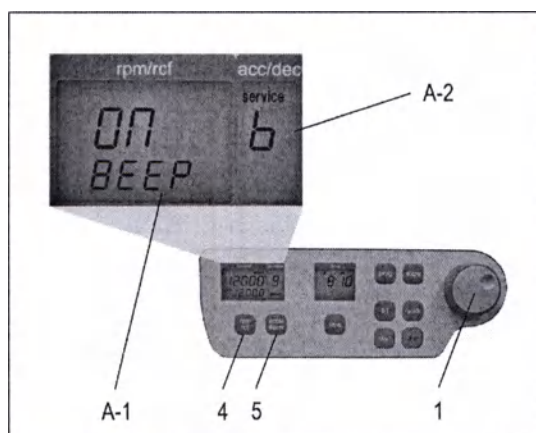

Рисунок 7
Действуйте как описано в п. 1.8.1, чтобы войти в программный режим, и затем нажмите кнопку «accel/decel» [ускорение/замедление] (5). На дисплее «accel/decel» [ускорение/замедление] (A-2) появится слово «service» [обслуживание]. Теперь выберите букву "b" с помощью верньера (1). В результате на дисплее «rpm/rcf» [об/мин / центробежное ускорение] (A-1) появятся слова «ON/BEER». Если Вы нажмете кнопку «rpm/rcf» [об/мин / центробежное ускорение] (4), то сможете включить (On) или выключить (Off) сигналы клавиатуры, вращая верньер (1) (см. Рисунок 7).